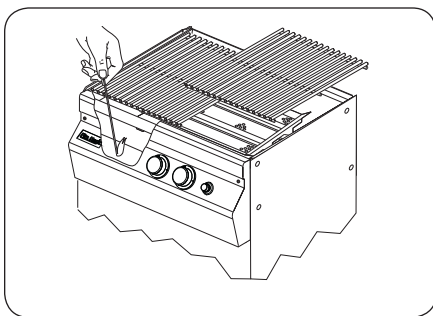
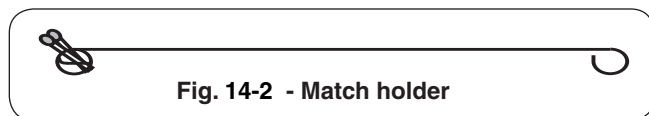

Fig. 14-3 - Éclairage manuel
Fig. 14-2 - Match holder
RAPPELEZ-VOUS: POUR L'ÉCLAIRAGE MANUEL SÛR, PLACEZ Un ALLUMEUR BRÛLANT D'ALLUMETTE OU De BUTANE PRÈS Du BRÛLEUR - ALLUMEZ ALORS Le GAZ (Fig. 14-3).
2. Insérez un allumeur brûlant de butane de long-baril, une allumette brûlante de long-tige, ou une allumette brûlante tenue par un support de prolongation de fil (Fig.14-2) par les grilles à cuire au brûleur. (Fig.14-3). Pour des backburners, tenez la flamme contre le matériel perforé du backburner. Pour des sideburners, tenez la flamme contre le brûleur.